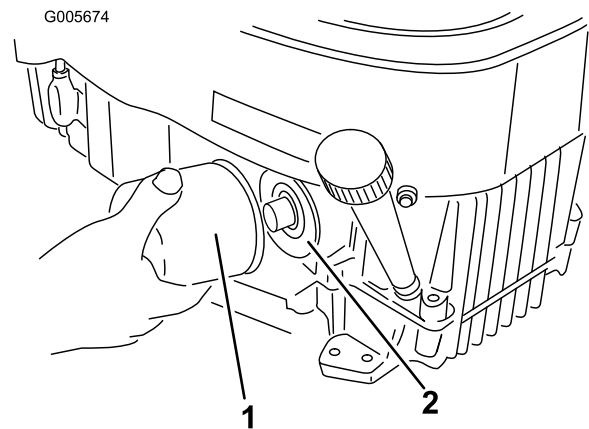

Bild 37
2. Entfernen Sie den alten Filter (Bild 37).
4. Drehen Sie den Austauschfilter auf den Anbaustutzen auf. Drehen Sie den Ölfilter nach rechts, bis die Gummidichtung den Anbaustutzen berührt. Ziehen Sie ihn dann um eine weitere 3/4 Umdrehung fester (Bild 37).